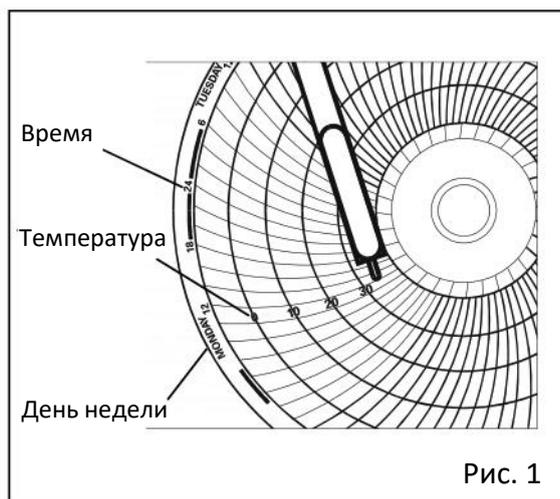

Рис. 1
2. Слегка поднимите кончик подъемника самописца и снимите его со стопора. Затем поверните по часовой стрелке (пока верхушка пера не окажется на подъемнике пера), как показано на Рис. 1.